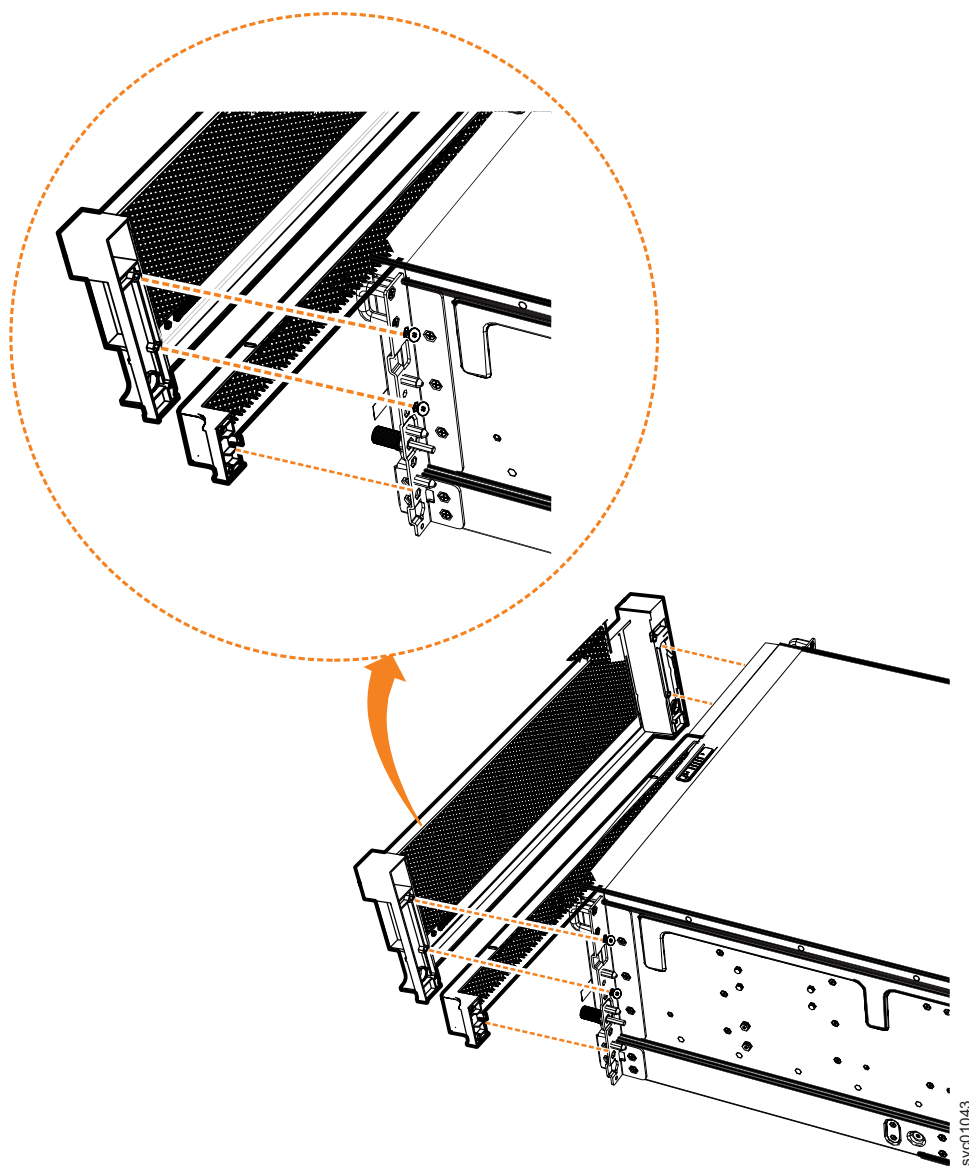

図 91. 拡張エンクロージャーの鼻隠しコンポーネントの再取り付け
2. つまみねじが両側の穴に通るように、前面 4U 鼻隠しをエンクロージャーの位置に正しく合わせます。104 ページの図 91 に示すように、このアクションにより、鼻隠しの背面のねじ穴がエンクロージャーの前面フランジのねじ穴の位置に正しく合わされます。
4. 電源機構装置 (PSU) を覆う下段 1U 鼻隠しを再取り付けします。図 91 に示すように、鼻隠しをエンクロージャーの位置に正しく合わせ、シャーシの所定の位置にカチッと収まるまで慎重に押します。